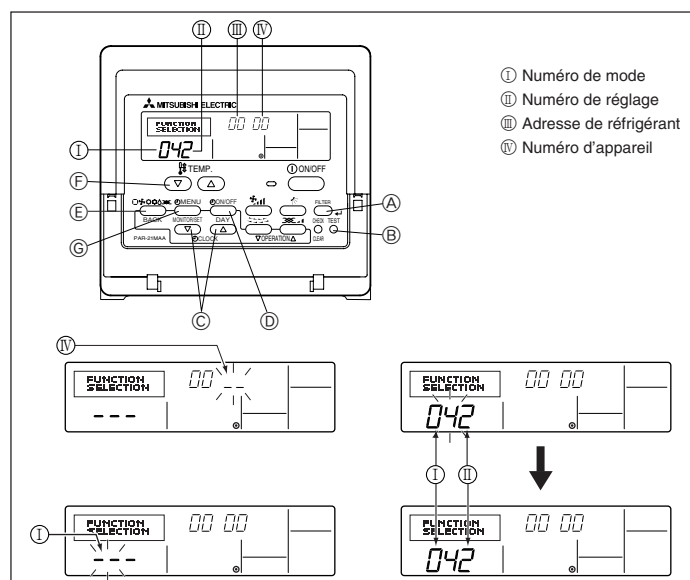

Fig. 6-2
6.2.1. Réglage des fonctions sur l'appareil (Fig. 6-2)